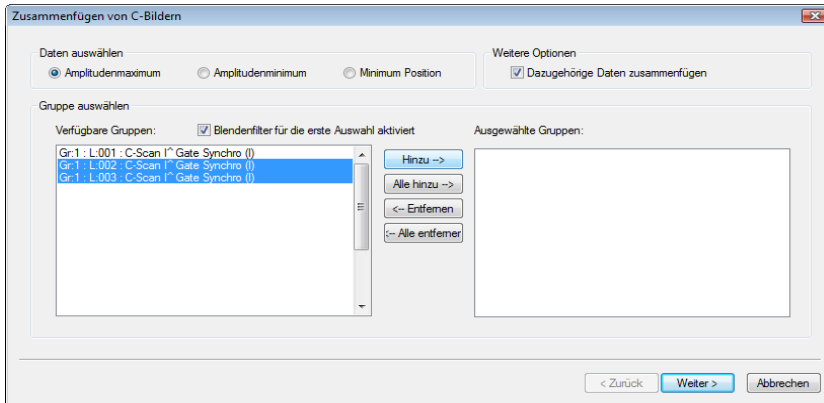

Abbildung 7-26 Dialogfeld Zusammenfügen von C-Bildern (erster Schritt im Assistenten)
3. Im Dialogfeld **Zusammenfügen von C-Bildern** (siehe Abbildung 7-26 auf Seite 386):